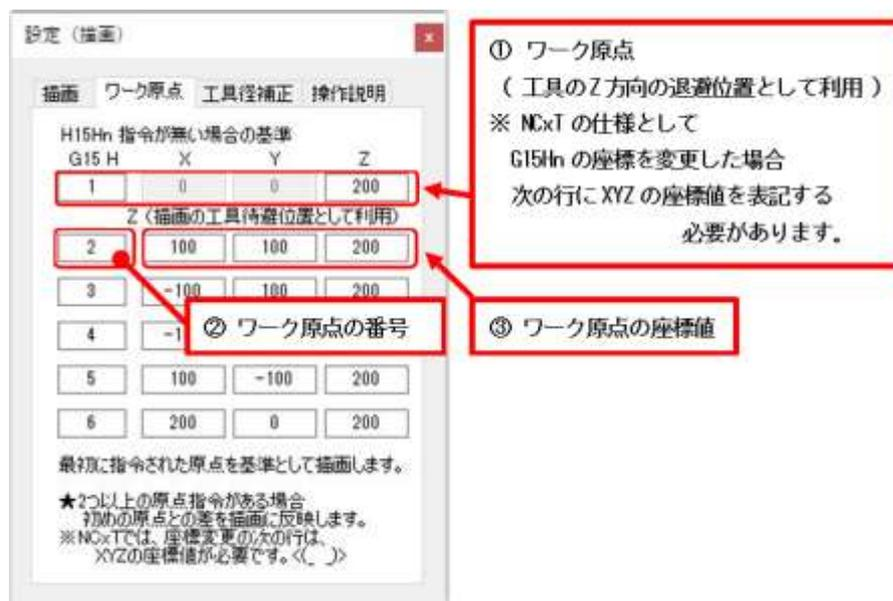

図 1-5 Tester の設定 - ワーク原点
次のページに、図 1-5 に Tester の設定 - ワーク原点、図 1-6 に Tester の設定 - 工具径補正を示します。このワーク原点や工具径補正の値は、工具軌跡の描画に反映される数値です。
図 1-5 中のワーク原点は、NC 工作機械に入力される数値ですが、ここでのワーク原点は、描画上に必要な原点同士の相対位置の設定を意味しています。入力された NC プログラム中のワーク原点が、複数無い場合は、このワーク原点の設定は不要です。複数の原点がある場合は、①のワーク原点を基準として、ほかの原点位置を入力する仕組みです。②のワーク原点の番号を入力された NC プログラムの原点番号 n(G15Hn の n) に合わせる必要があります。③のワーク原点の座標値は、①との相対的な差を入力する仕組みとなっています。ちなみに、①の Z の値は、固定サイクル中の M52（上限復帰レベル）の位置として描画に利用しています。
図 1-16、図 1-17 に NCxT for FANUC MC の「ワーク原点」と「工具径補正」の設定を示します。NCxT for FANUC MC は、制御装置が FANUC のマシニングセンタ用の描画確認ソフトです。図 1-5、図 1-6 に示した制御装置が OSP の場合とは異なり、ワーク原点は G54~G59、工具径補正は、D 番号のみとなっています。